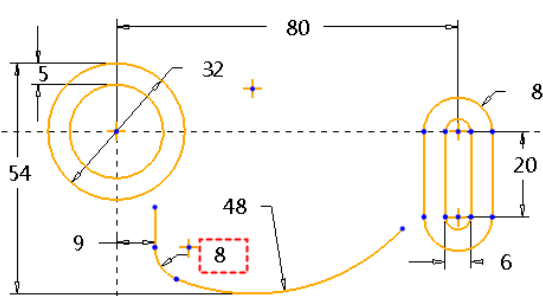

图 2-87 创建圆角
- 单击  按钮，在竖直线与圆弧（半径为 48mm）交点处创建圆角，如图 2-87 所示。